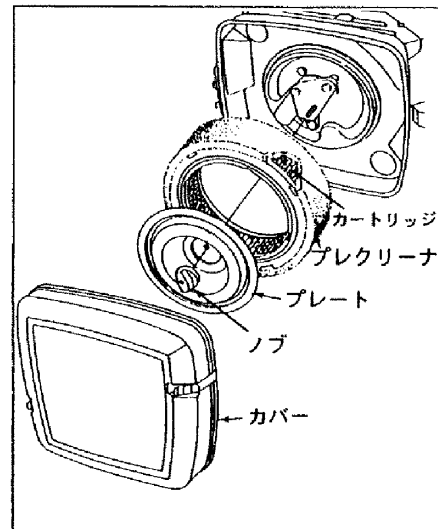

図 35 エアクリーナ
- (1) カバーアッセンブリを外す。(図 35 参照)
- (1) ノブとプレートを取外します。(図 35 参照)
- (2) エアクリーナカバーを元の場所に取り付けます。(図 35)